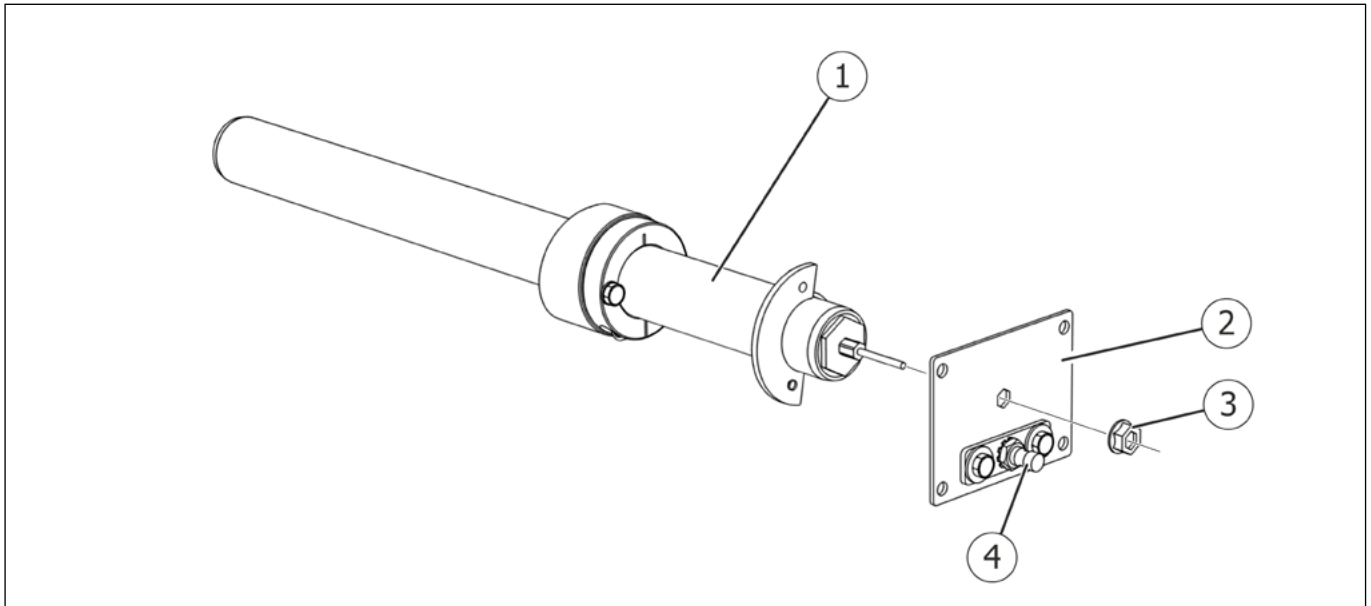

Fig. 12
2. Retirer la fiche de raccordement du capteur (Fig. 12/4).
3. Desserrer les vis à tête hexagonale (Fig. 12/3) et les retirer avec les rondelles (Fig. 12/2).
4. Sortir le cache du moteur (Fig. 12/1) avec l'ensemble du moteur de levage du boîtier du module en le tirant avec précaution vers l'avant.
5. Desserrer la vis à tête hexagonale du moteur de levage (Fig. 12/3) du cache du moteur (Fig. 12/2).
7. Enfilez le câble de raccordement du nouvel ensemble du moteur de levage à travers l'ouverture hexagonale du capot du moteur (Fig. 12/2).
8. Placer le cache du moteur sur l'hexagone du moteur de levage et le visser avec la vis à six pans (Fig. 12/3) sur l'ensemble du moteur de levage avec le couple de serrage spécifié.